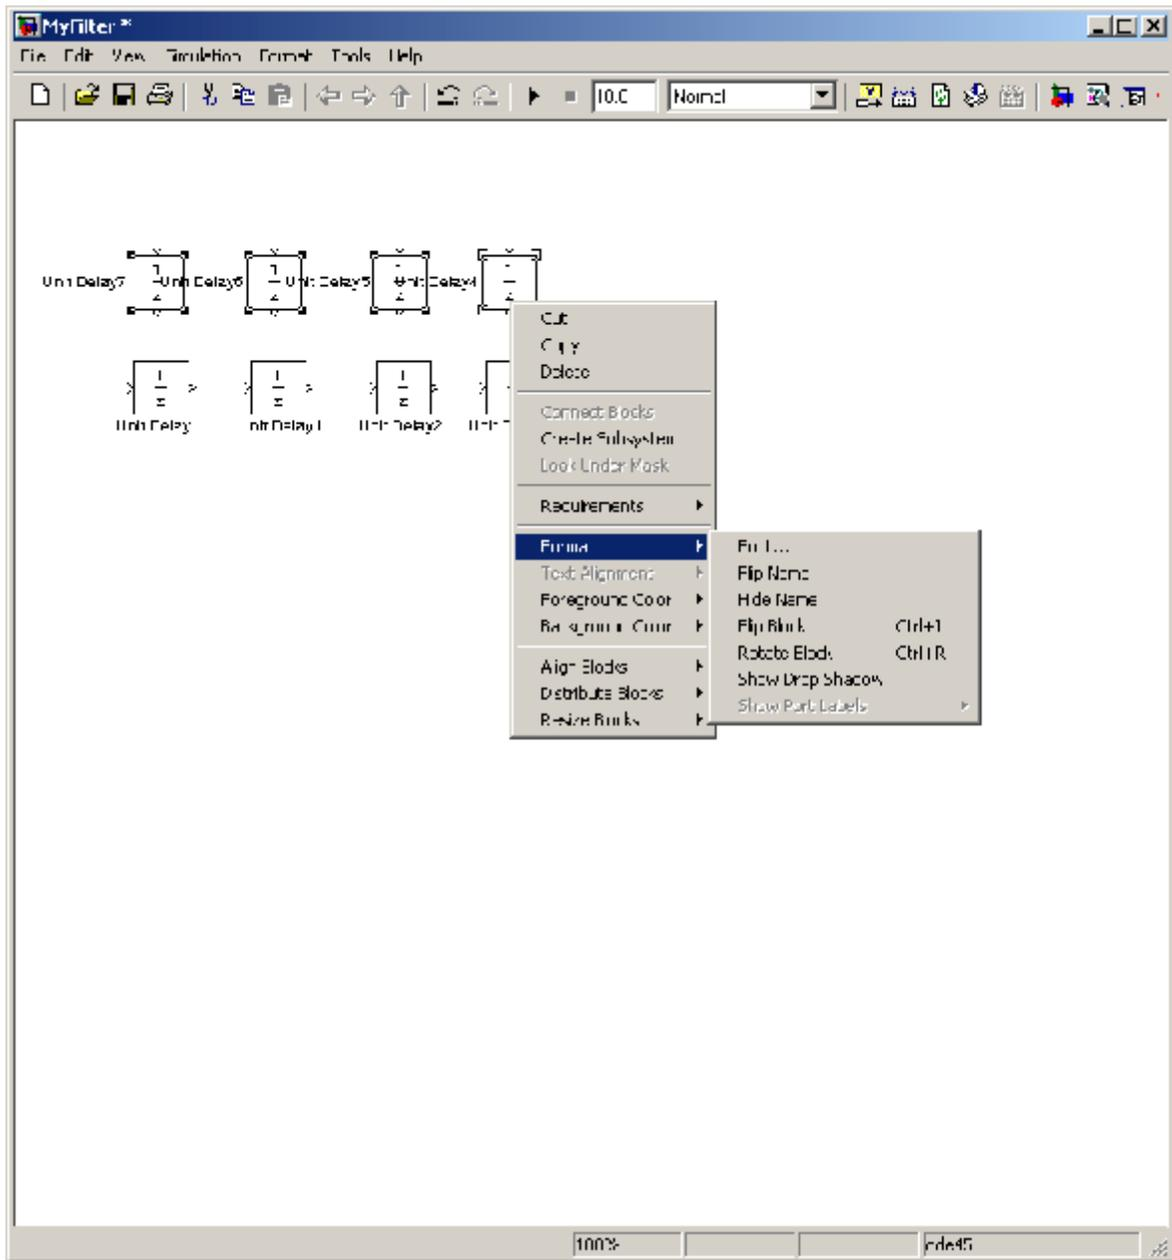

Рисунок 5 – При нажатии на правую кнопку «мыши» становится доступным выпадающее меню
- Оставьте без изменения значения по умолчанию, как показано на **Рис. 5**, и нажмите **<Next>**.
6. Разверните 4 блока верхнего ряда на 180 градусов. Для этого выделите эти блоки и в выпадающем меню, доступном по нажатию правой кнопки «мыши», выберите позицию Format/Rotate block (рис. 5).